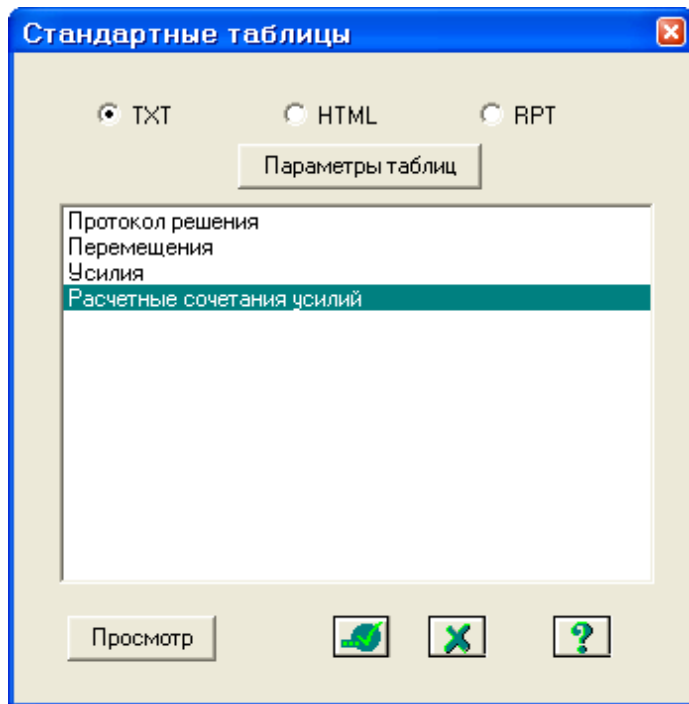

Рис.12.20. Диалоговое окно **Стандартные таблицы**
- После этого в диалоговом окне **Стандартные таблицы** (рис.12.20) выделите строку **Расчетные сочетания усилий**.